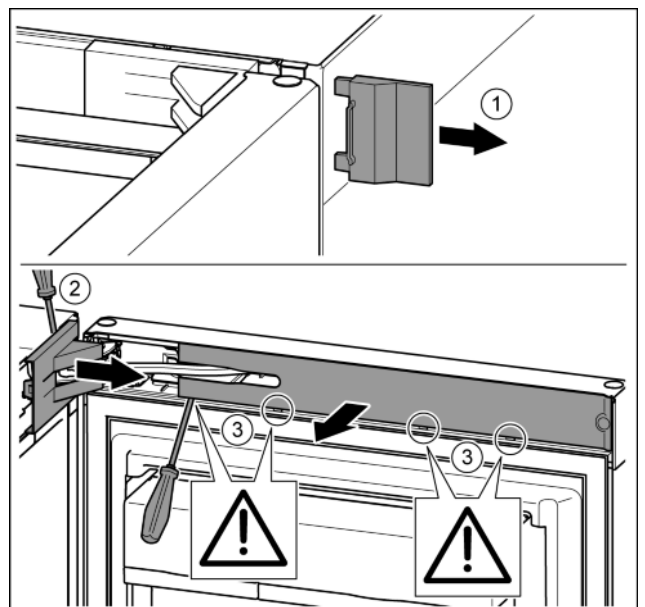

Fig. 11
- Buitenste afdekking verwijderen. *Fig. 11 (1)*
- Afdekking van de lagerbus met behulp van een schroevendraaier losmaken. Afdekking van de lagerbus verwijderen. *Fig. 11 (2)*
- Paneel met de sleufschroevendraaier losmaken en naar de zijkant draaien. *Fig. 11 (3)*